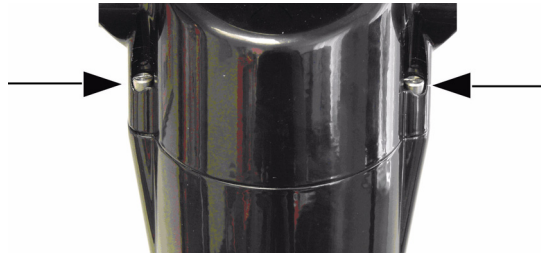

Bild 5.2 Schwenkgehäuse-Befestigungsschrauben
2. Entfernen Sie die zwei (2) Schwenkgehäuse-Befestigungsschrauben (in *Bild 5.2* unten durch Pfeile gekennzeichnet). Nachdem Sie die Schrauben gelöst haben, heben Sie sie nach oben und drehen Sie sie weiter, um sie im geöffneten Zustand zu sperren. Achten Sie darauf, dass die Lackierung der Kamera dabei nicht beschädigt wird.